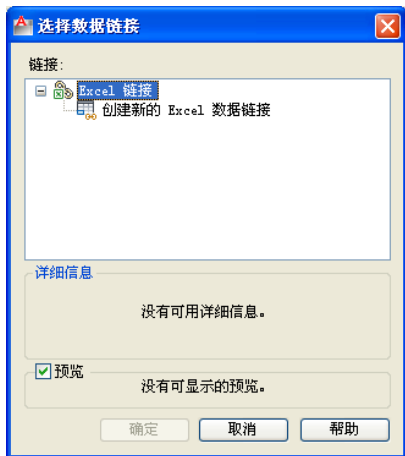

图 7-15 “选择数据链接”对话框
(3) 在“插入表格”对话框的“插入选项”选项组中,单击“启动‘数据链接管理器’对话框”按钮,弹出如图 7-15 所示的“选择数据链接”对话框。